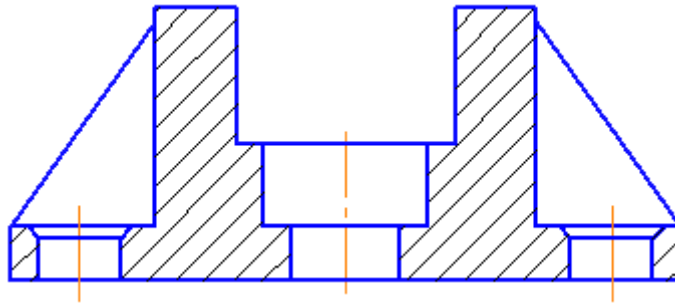

Рисунок 33.
- Для штриховки не предусмотрен режим автоматического создания — нажмите кнопку Создать объект (рис. 33).